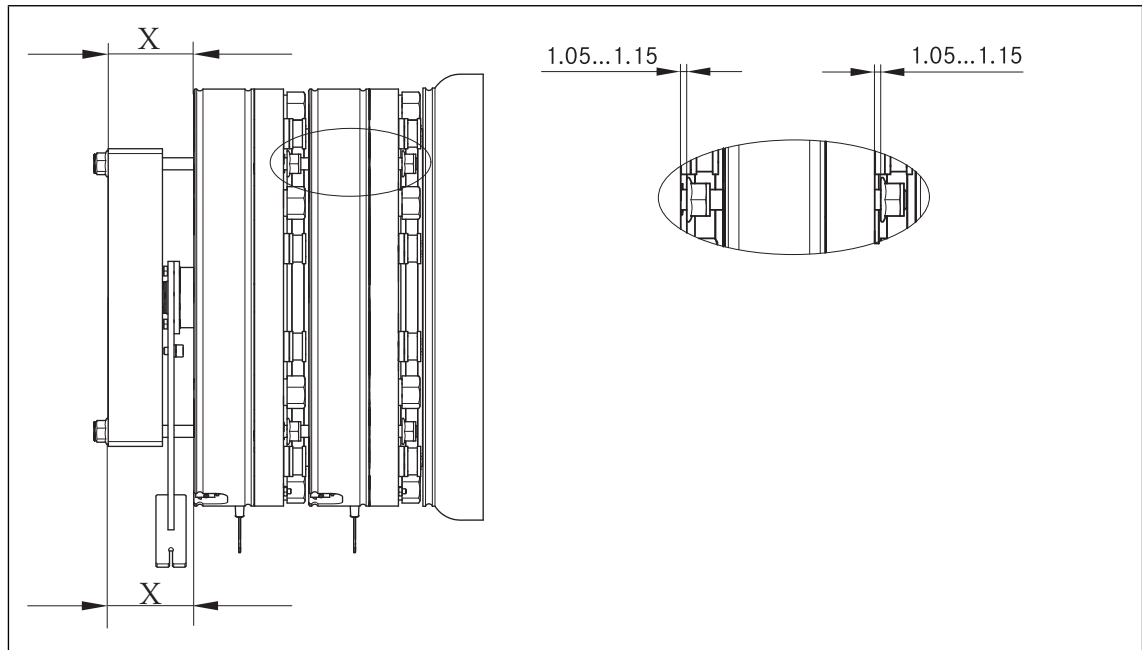

Abb. 19 Prüfmaße und Kontrollmaße
13. Selbstsichernde Muttern (Pos. 12.8) an den Laschen (12.11) gleichmäßig soweit fest ziehen, bis die Muttern der Zugstange an der Ankerscheibe des zweiten Magnetteils (1A) anliegen (spürbarer Widerstand), dabei auf eine parallele Ausrichtung der Laschen (12.11) zur Rückseite des Magnetteils komplett (1A) achten (Kontrolle durch Messschieber). Bei Maßdifferenzen von $X > 0.1 \text{ mm}$ (Abb. 19) ist die Einstellung durch Lösen der selbstsichernden Mutter (12.8) am kleinerem Maß und festziehen der selbstsichernden Mutter (12.8) am größeren Maß zu korrigieren, bis die Laschen (12.11) parallel zur Bremsenrückseite einjustiert sind, Abb. 19.
14. Motorlagerschildseitige selbstsichernde Muttern gleichmäßig soweit fest ziehen, bis die Muttern der Zugstange an der Ankerscheibe des ersten Magnetteils (1) anliegen (spürbarer Widerstand).